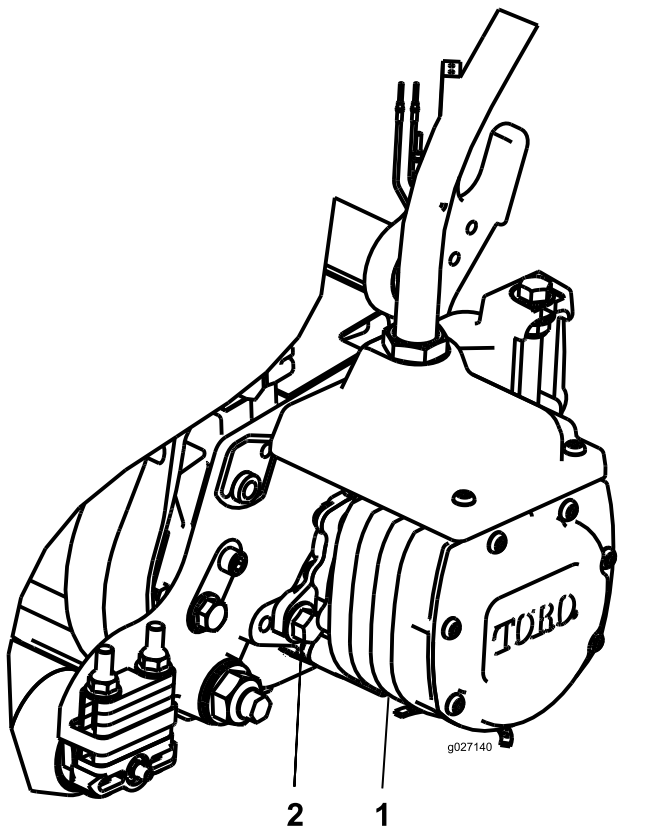

Bild 11
14. Montieren Sie den Motor; drehen Sie ihn nach rechts, damit die Motorflansche nicht die Schrauben berühren (Bild 11).